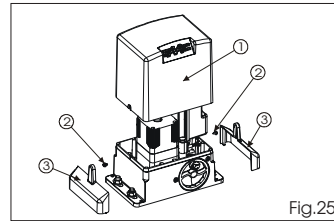

Fig.25
Breng de kaartsteun terug in de oorspronkelijke positie. Breng de beschermkap aan (Fig. 25, ref. 1) span de twee bijgeleverde schroeven aan de zijkanten (Fig.25, ref. 2) en druk de zijpanelen vast (Fig. 25, ref. 3).